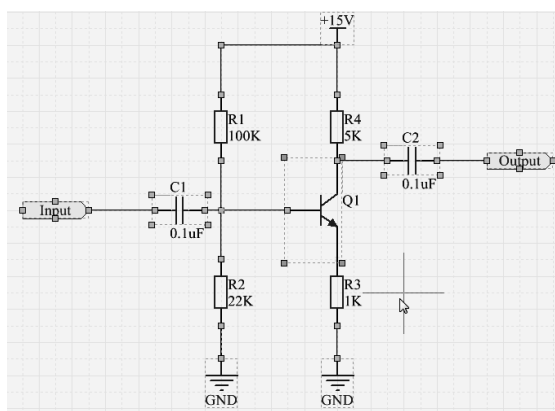

图 4-1-30 电阻 R1~R4 取消被选中状态
③ 此时鼠标指针仍为十字形，依次在电阻 R2~R4 上重复步骤②即可取消 R2~R4 的选中状态，如图 4-1-30 所示。
④ 单击鼠标右键退出选择状态。